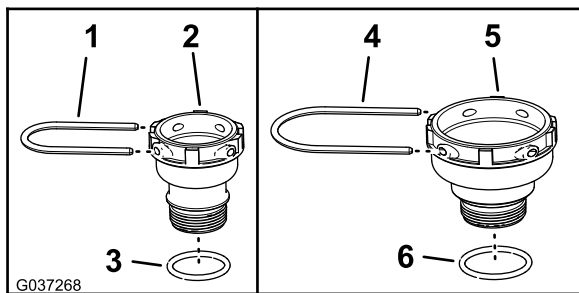

Рисунок 4
- Установите уплотнительное кольцо 1½ x 1-13/16 дюйма (38 x 46 мм) на штуцер 1¼ дюйма (31,8 мм), как показано на Рисунок 4.
- Установите уплотнительное кольцо 1¾ x 2-3/32 дюйма (45 x 53 мм) на штуцер 1½ дюйма (38,1 мм), как показано на Рисунок 4.